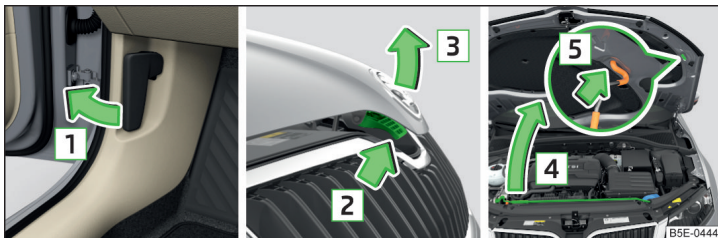

Fig. 184 Deschiderea capotei
- Trageți de maneta de deblocare de sub planșa de bord, în sensul săgeții 1 » fig. 184.
Nu ridicați niciodată capota motorului prin prindere de maneta de deblocare » fig. 184.